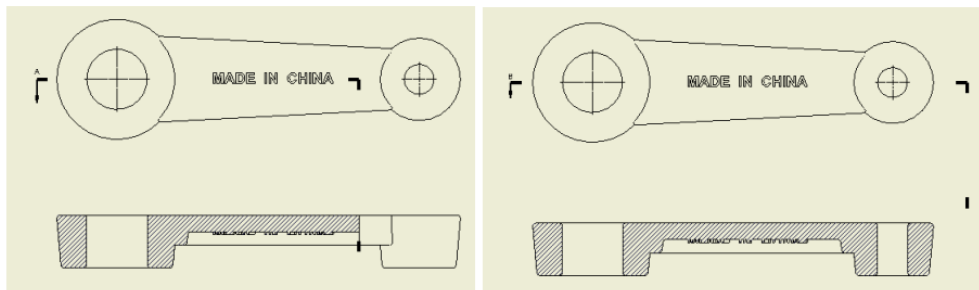

图 5-19 不同长度的剖切线所创建的剖视图
(2) 需要特别注意的是, 剖切的范围完全由剖切线的范围决定, 剖切线在其长度方向上延展的范围决定了所能够剖切的范围。图 5-19 显示了不同长度的剖切线所创建的剖视图是不同的。